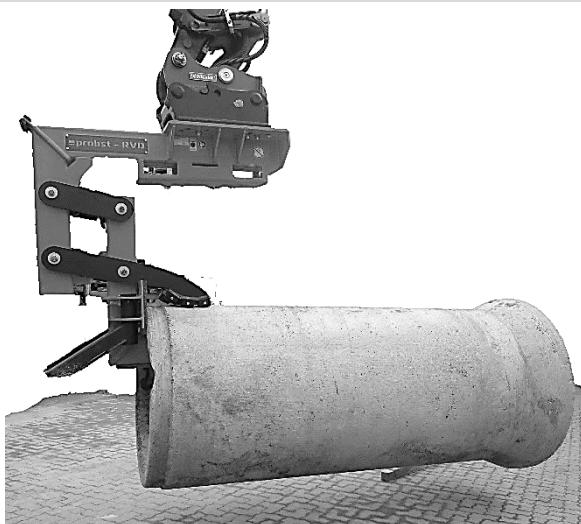

Abb. 1
- Zum Abladen (oder Beladen) z.B. von einem LKW ist das Einfahren des Aufnahmedorns auch von der Rohrspitze zulässig (Abb. 1).